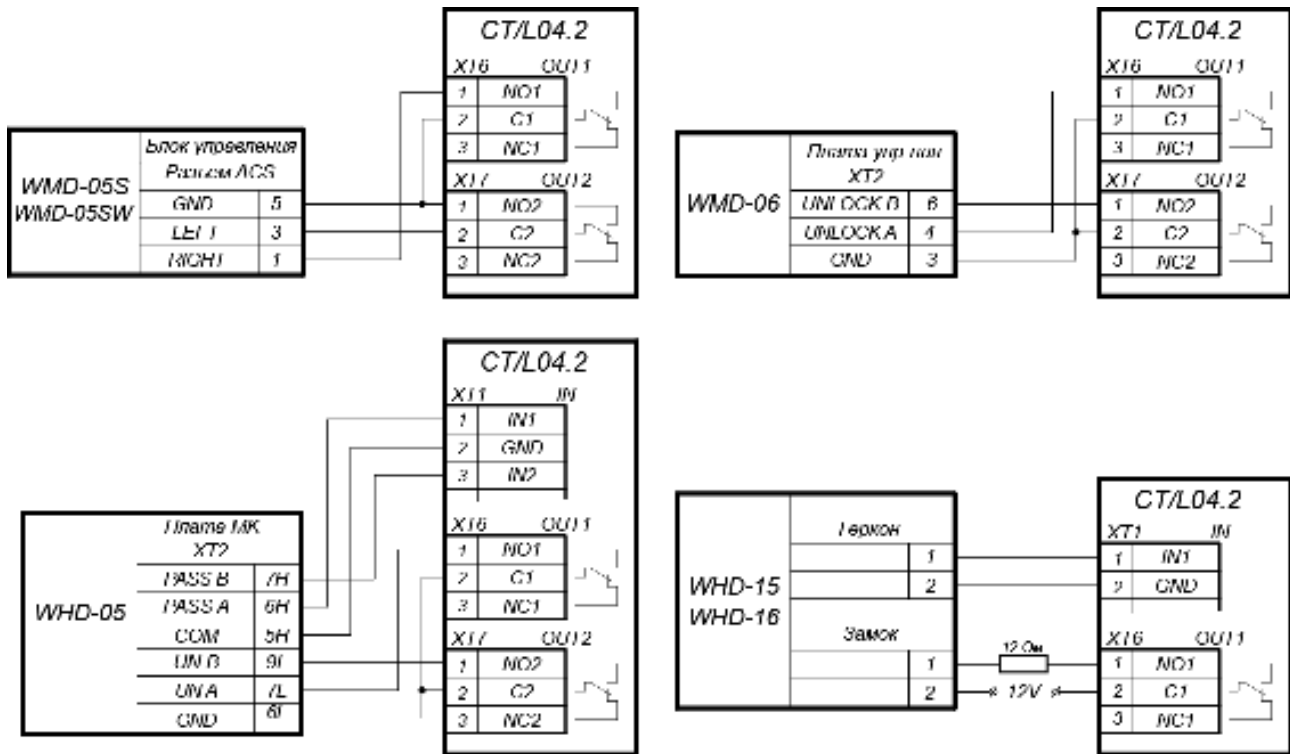

Рисунок 7. Схемы подключений калиток
3. Калитка (блок управления) подключается к клеммным колодкам **XT1**, **XT6**, **XT7** нижней платы контроллера в соответствии со схемой для данного типа калитки (см. рис. 7).